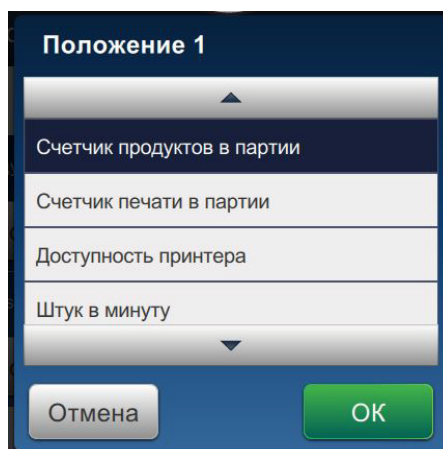

Рис. 6-20: Параметры изменения позиции
2. Нажмите нужную позицию, чтобы изменить параметры на главном экране, как показано на Рис. 6-20.